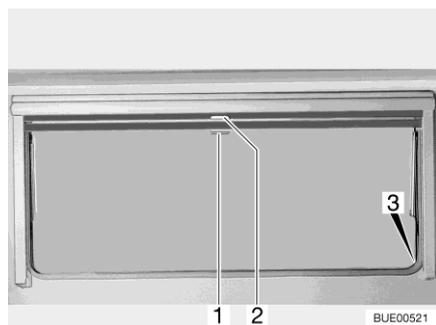

Fig. 104 Finestra apribile
- Tirare verso il basso l'oscurante a rullo accompagnandolo con la maniglia (Fig. 104,2). Quando si chiude completamente l'oscurante a rullo esso va agganciato da entrambi i lati al telaio della finestra nell'apposito elemento di fissaggio (Fig. 104,3).
- Quando l'oscurante a rullo è completamente chiuso: Spingere la maniglia (Fig. 104,2) verso il basso tirandola leggermente verso l'interno. Sganciare l'oscurante a rullo dagli elementi di fissaggio a destra e a sinistra del telaio della finestra.
- Quando l'oscurante a rullo si trova in posizione intermedia: Tirare la maniglia (Fig. 104,2) leggermente verso il basso finché l'elemento di fissaggio non si è sganciato.
- Tirare la maniglia (Fig. 104,1) della zanzariera a rullo verso il basso e agganciarla all'elemento di fissaggio (Fig. 104,3) su entrambi i lati del telaio della finestra.
- Spingere la maniglia (Fig. 104,1) verso il basso tirandola leggermente verso l'interno. Sganciare la zanzariera a rullo dagli elementi di fissaggio a destra e a sinistra del telaio della finestra.